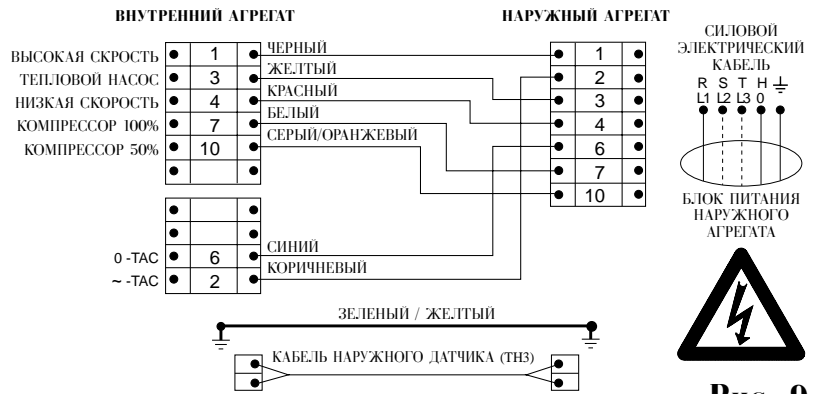

Рис. 9
- Соедините провода в соответствии с электрической схемой, показанной на Рис. 9.